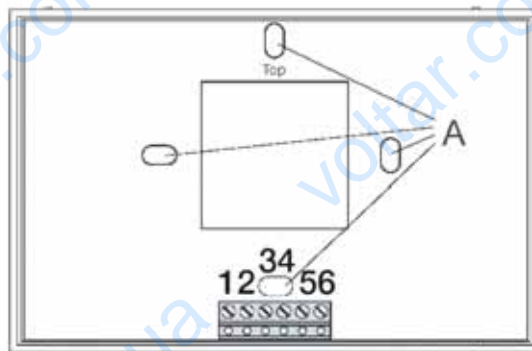

рис. 26 - Установка пульта дистанционного управления *Open Therm*
- отделить с помощью отвертки заднюю часть (серую) корпуса от передней (белой) и закретить используя отверстия А (рис. 26) заднюю часть корпуса на стене;
- подключить пульт ДУ к котлу закрыв контакты 1 и 2 пульта ДУ (рис. 26) на клемной панели OPENTH M6 платы ИНТЕРФЕЙСА ПУЛЬТА. Подключение BUS защищено от ошибочной полярности, это означает, что контакты могут быть подключены даже наоборот;
Внешний температурный датчик OKSONEST00 должен подключаться на контакты 5 и 6 пульта дистанционного управления (рис. 26).
Телефонный коммутатор подключается к контактам 3 и 4 пульта дистанционного управления (рис. 26).